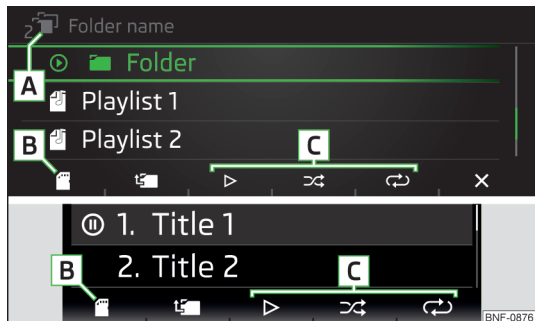

Fig. 104
## Mappe-/track-liste » Fig. 104
- Tryk på funktionsknappen ↺ flere gange, indtil 🎵 vises på position [B] » Fig. 104 på side 77 i displayet, for at **vælge audiokilden på mappe-/track-listen**.